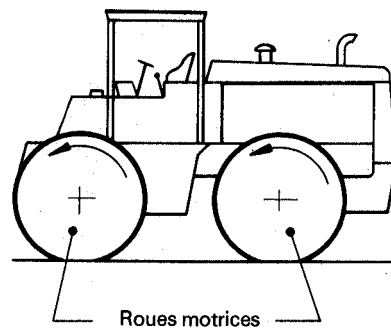

Figure 11 — Toutes roues motrices
5.1.4.2 Toutes roues motrices (voir figure 11)